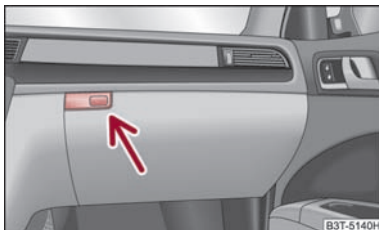

Abb. 105 Schalttafel: Ablagefach auf der Beifahrerseite
- Drücken Sie die Taste ⇒ Abb. 105 - der Deckel klappt herunter.